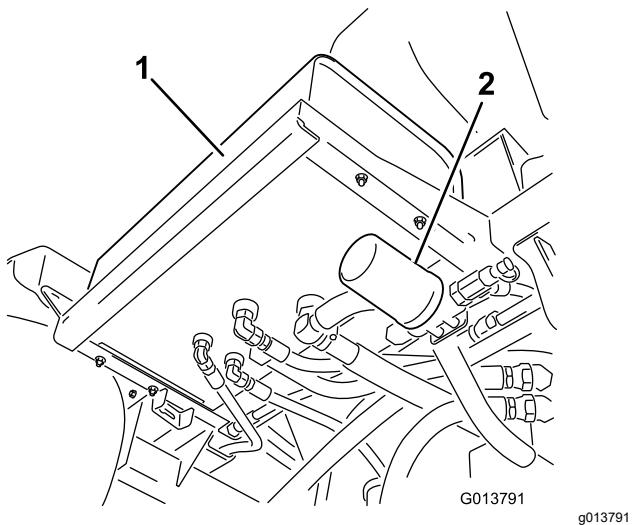
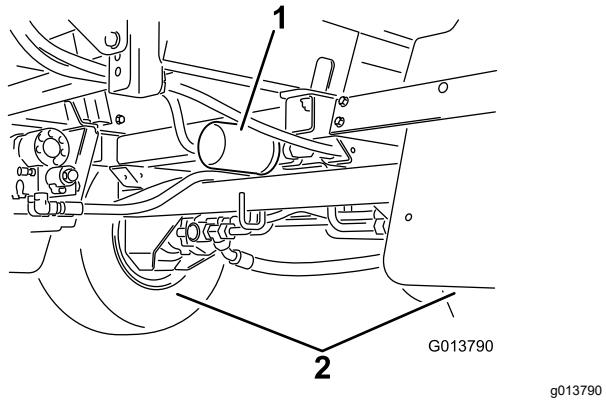

Figure 99
Figure 100
- Localisez les 2 filtres hydrauliques sur la machine (Figure 99 et Figure 100).